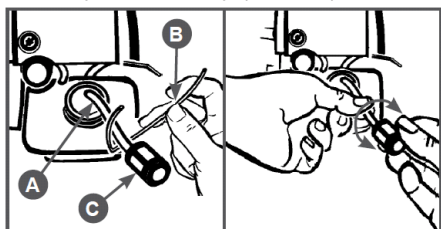

Рис. 22 Извлечение топливного фильтра
2. Согните кусок мягкого провода в виде небольшого крючка В (Рис. 22).
- Зацепите крючком топливный шланг А с фильтром С и вытяните через заливную горловину (Рис. 22).